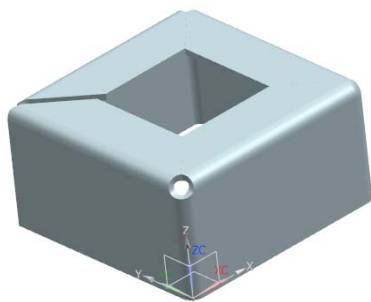

图 7-80 三折弯角 3
(3) 在对话框中设置“圆形除料”的处理方式，输入“直径”10，单击 **<确定>** 按钮，结果如图 7-80 所示。